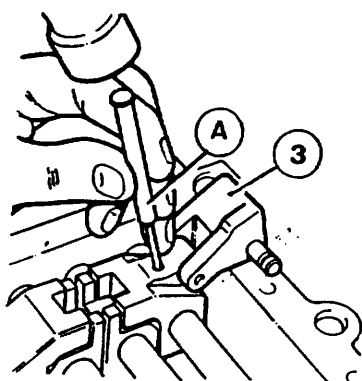

Fig. 3C.5-6
Desmante el tornillo (4) que fija el travesaño (5) de marcha atrás (ver Fig. 3C.5-4).